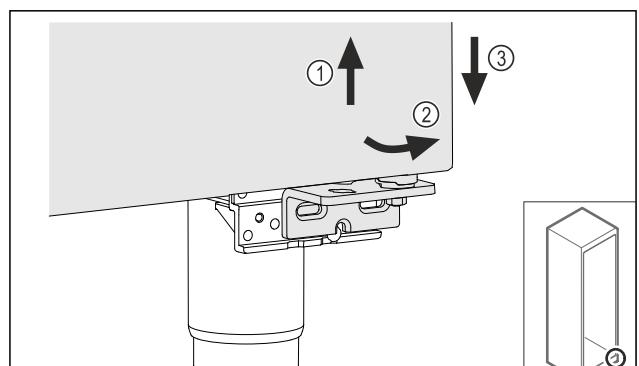

Fig. 23
► Ridicați ușor ușa Fig. 23 (1), basculați-o jos spre înainte Fig. 23 (2) și coborâți-o Fig. 23 (3).